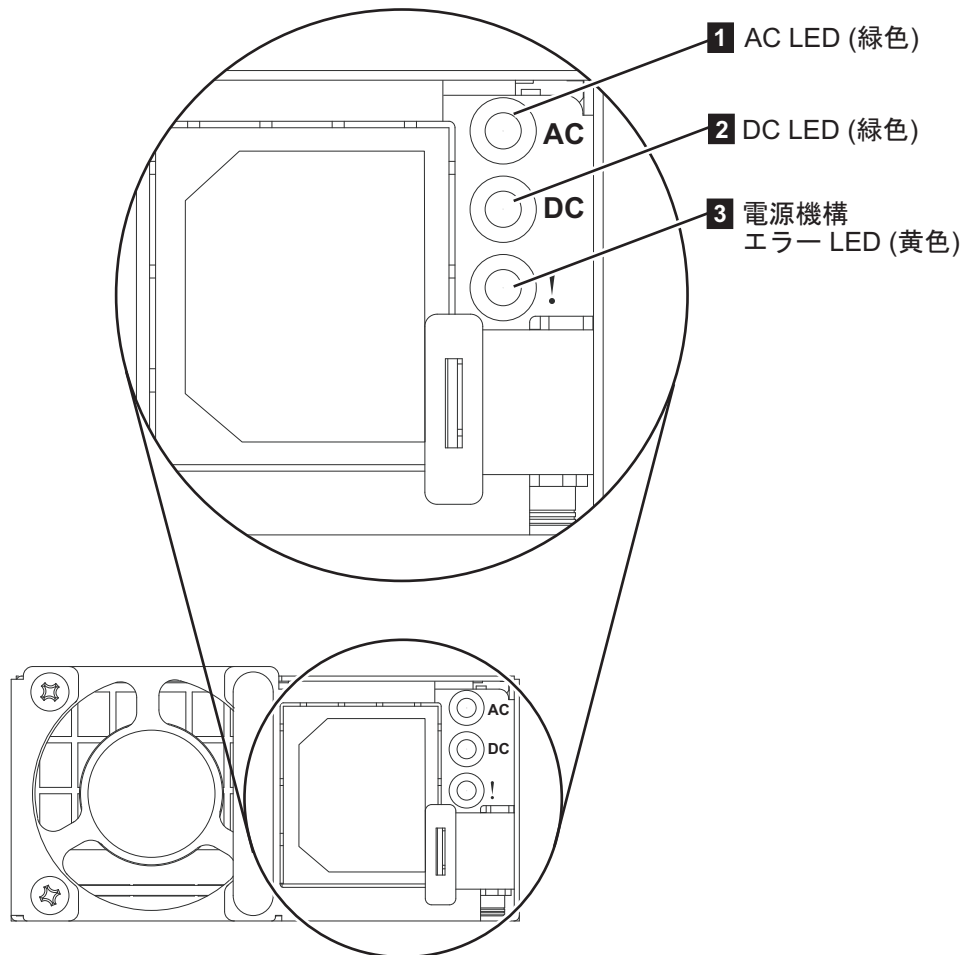

図 203. SAN ボリューム・コントローラー 2145-DH8 AC LED、DC LED、および電源エラー LED
4. 各電源機構の電源コード・コネクタの左側で、AC 電源 LED (267 ページの図 203 の **1**) および DC 電源 LED (**2**) が点灯していることを確認します。